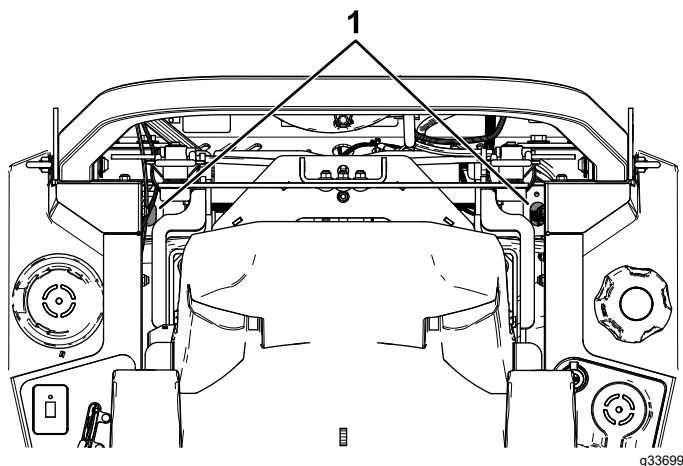

Figura 71
4. Folosind o extensie și o cheie de 7/16", accesați dopul orificiului de ventilație din partea superioară a mainii prin orificiile de lângă suporturile barei antiruliu (Figura 71).